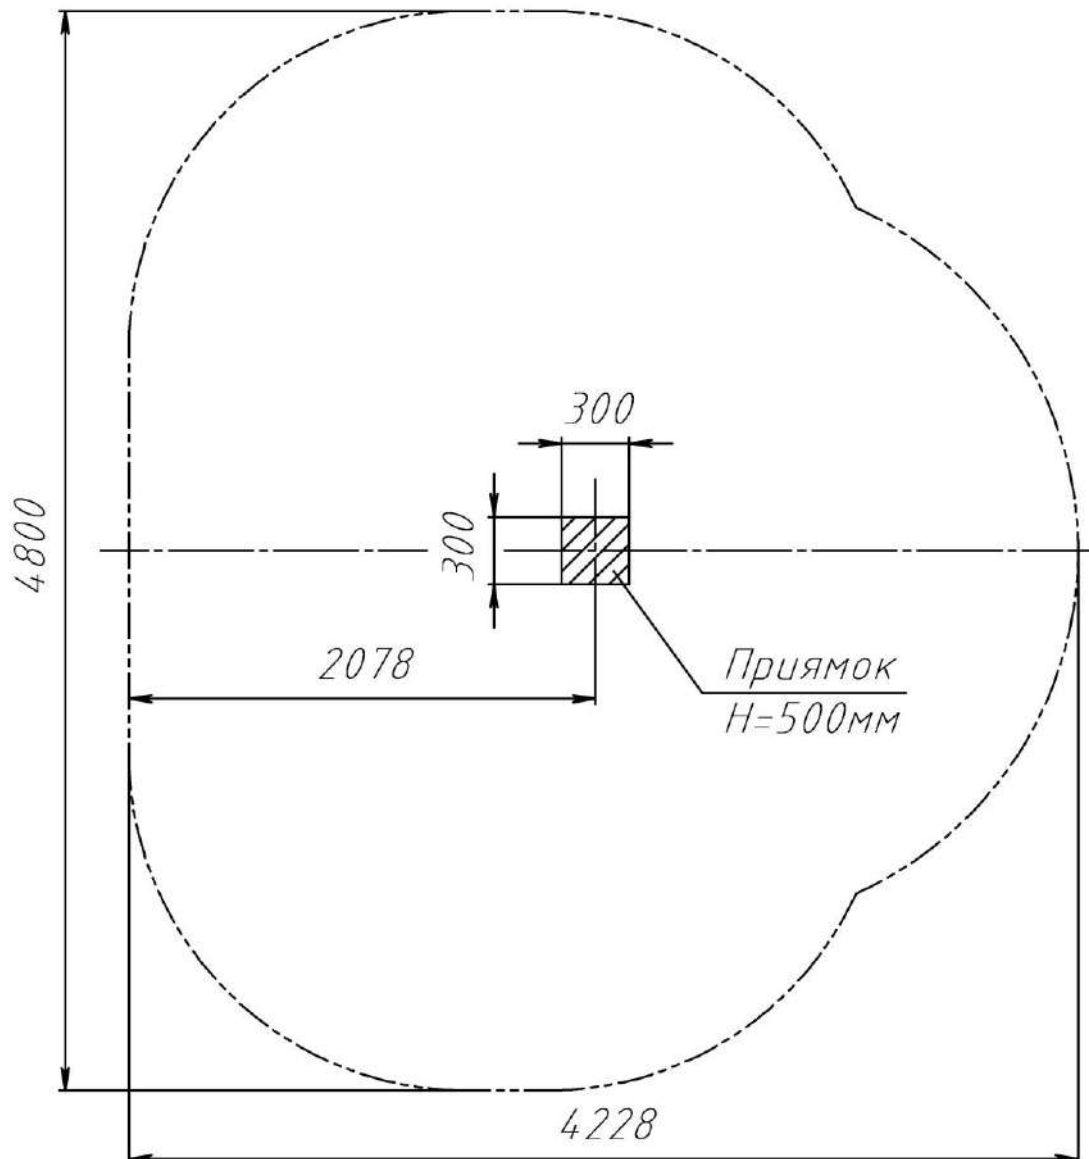

Рис.3 План фундамента тренажера РТР 506Т
3.6. Монтаж тренажера заключается в бетонировании фундаментного блока и закреплении на нем стойки **1**. Фундаментный приямок выполнить в соответствии с планом фундамента (рис. 3).